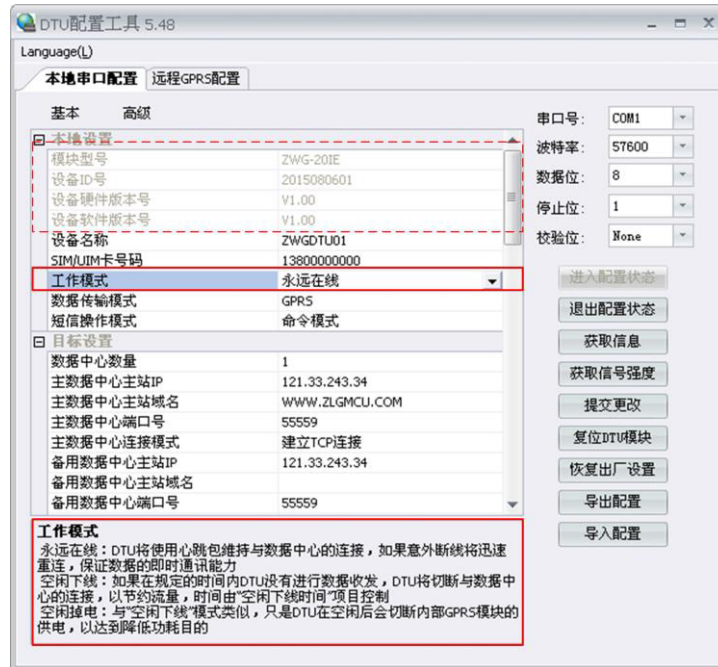

图 5.3 配置界面
2. 单击【获取信息】，界面出现设备当前的配置信息，如图 5.3 所示，用户根据实际更改各个配置；